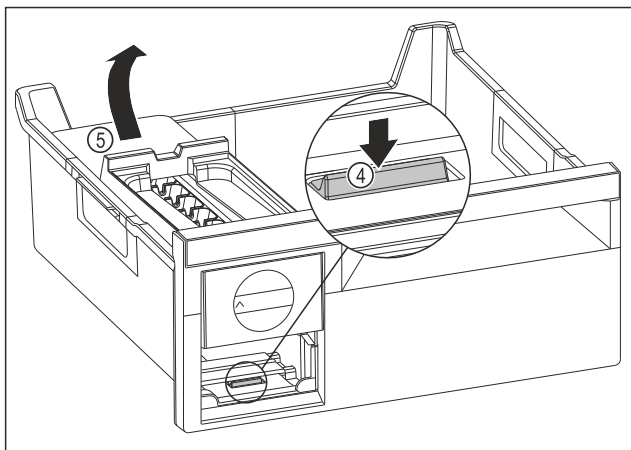

Fig. 154
- Vyjmutí korpusu EasyTwist-Ice: Lamelu Fig. 154 (4) zatlačte prstem směrem dolů a zároveň nadzvedněte druhou rukou korpus EasyTwist-Ice Fig. 154 (5) zezadu.